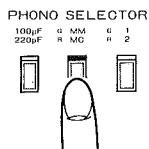

図9
(3)使用カートリッジによりPHONO SELECTOR スwitchの“MM, MC” ボタンを押して切り換えてください。“緑”のインジケータはMM型カートリッジ、“赤”のインジケータはMC型カートリッジを選択されたことを示します。(図9参照)